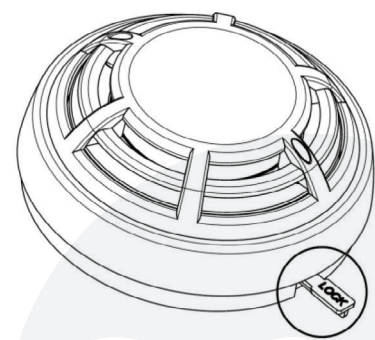

Fig.4
- Se il sensore è bloccato sulla base, per sbloccarlo inserire la chiave nel punto indicato (Fig.4) e ruotare il sensore in senso antiorario;